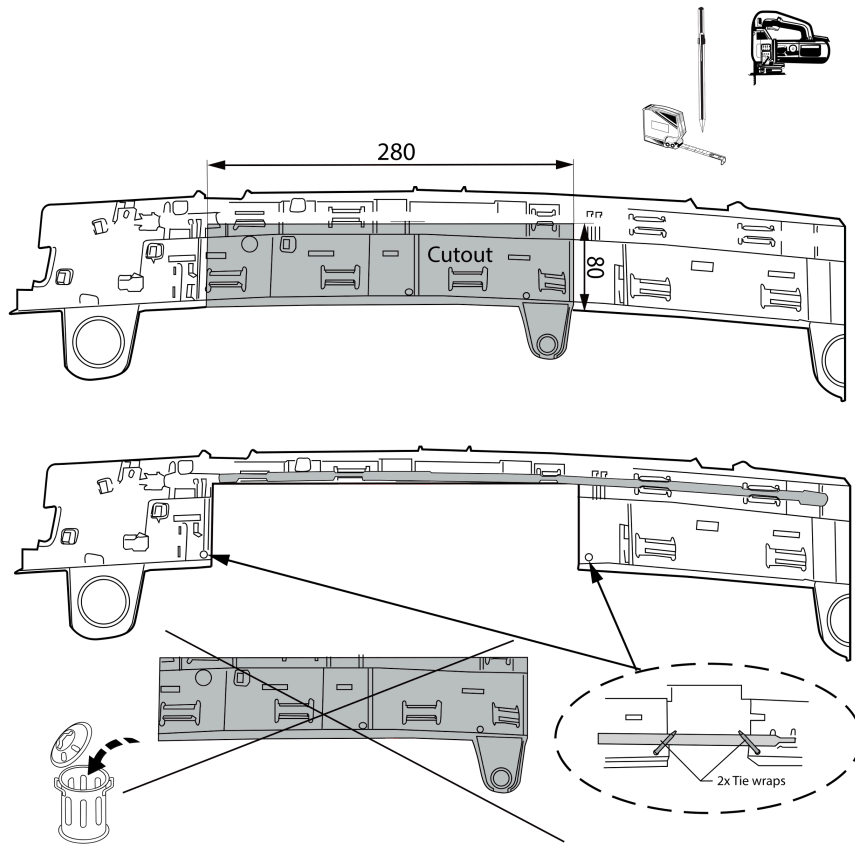

Fig. 4
9. Выпилить обозначенную часть, как указано на рис. 4 & 5.